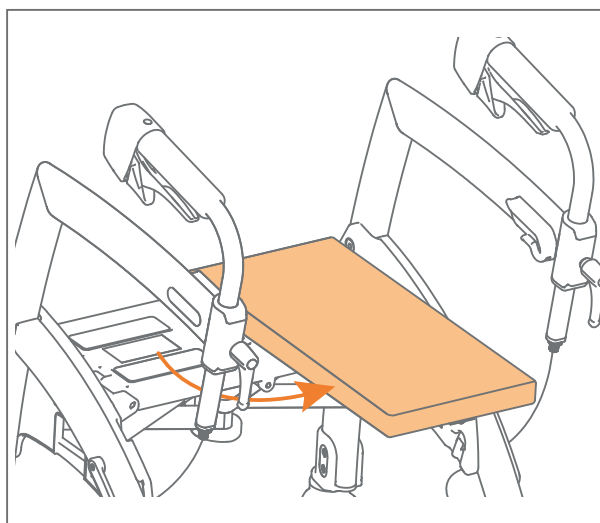

Figure 10: Tourner le coussin.
- c.** Retirez le coussin de siège, tournez-le à 90 degrés et fixez-le transversalement sur le côté du bouton rouge (**Figure 10**).